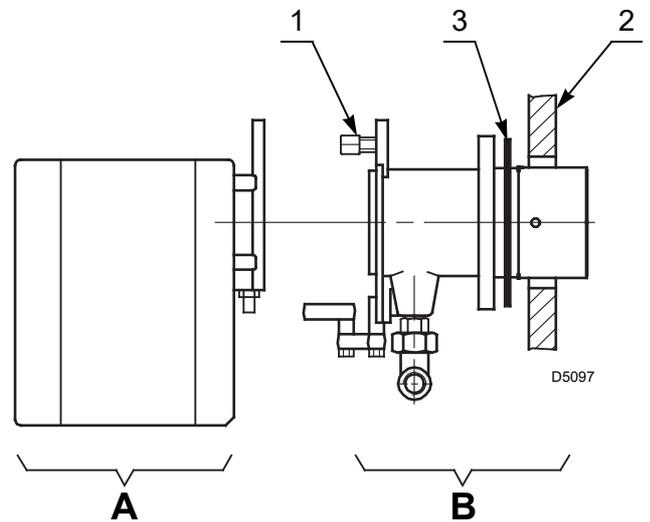

Fig. 9
- Séparer la tête de combustion du reste du brûleur en enlevant l'écrou 1) et en désolidarisant le groupe A)(Fig. 9).
- Fixer le groupe B)(Fig. 9) à la plaque 2) de la chaudière en intercalant l'écran isolant 3) fourni.